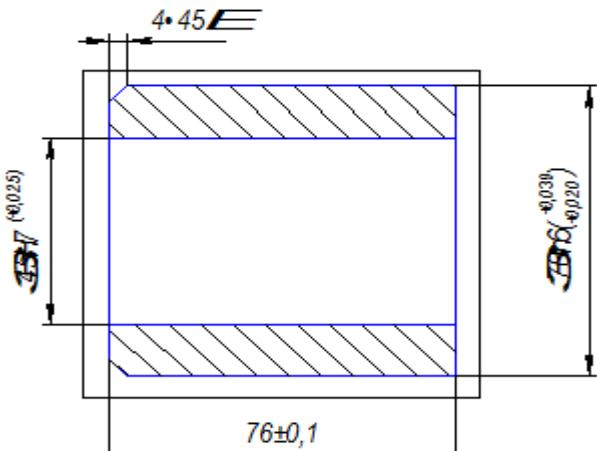

Рис. 6.3. Охват втулки рамкой выделения
- переместите указатель мыши в местоположение конечной точки прямоугольной рамки (правый нижний угол) и щелкните мышью. Рамка выделения должна располагаться так, как показано на рис. 6.3. Попавшие в рамку объекты выделяются зеленым цветом.